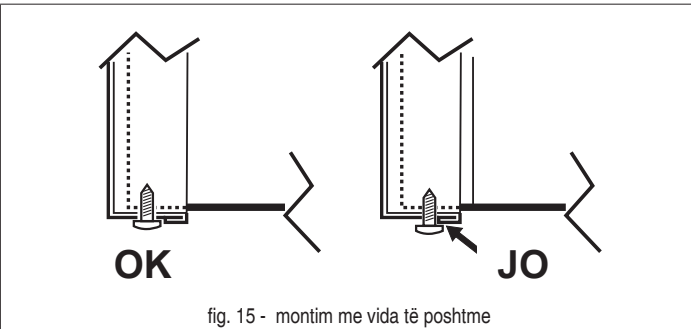

fig. 15 - montim me vida të poshtme
3. Vazhdoni në mënyrë të kundërt për të rimontuar panelin e përparmë. Sigurohuni që të jetë fiksuar siç duhet në panelin e sipërm dhe të mbështetet plotësisht në panelet anësore. Koka e vidës "A", pasi të shtrëngohet, duhet të pozicionohet siç tregohet në "fig. 15 - montim me vida të poshtme".